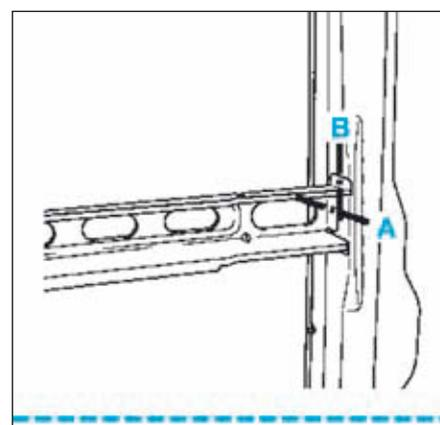
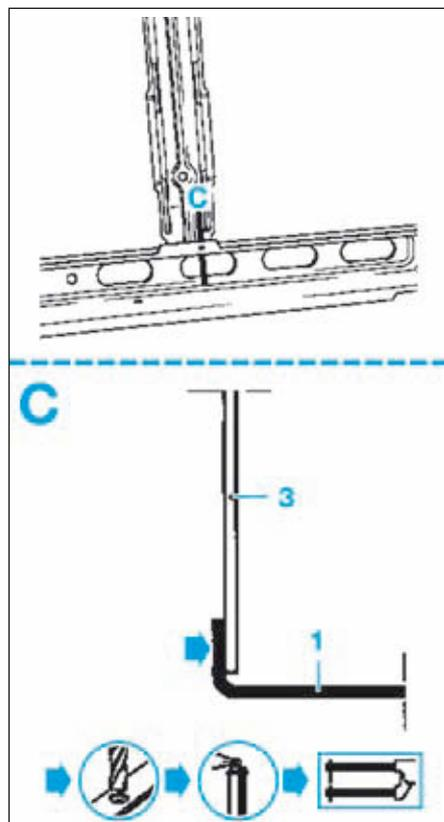
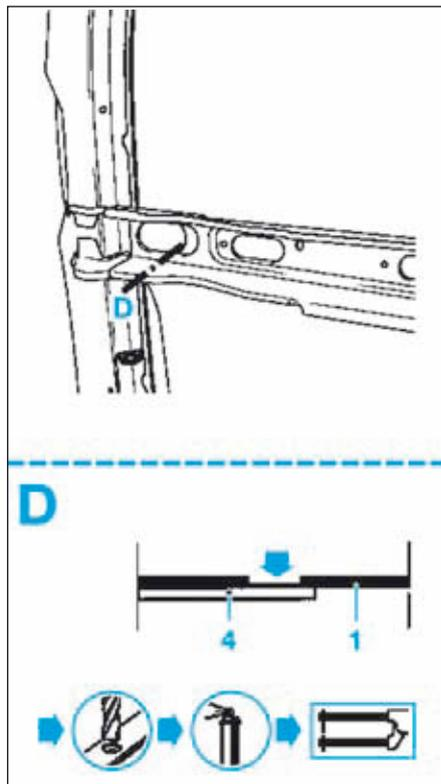

FIG.81
FIG.82
FIG.83
- Dépointer et fraiser comme illustré (Fig.81), (Fig.82), (Fig.83) et (Fig.84).
- Tracer puis percer des trous à l'aide d'un foret pour un soudage ultérieur par points (Fig.81), (Fig.82), (Fig.83) et (Fig.84).
- Souder par points électriques et bouchonnage MIG (Fig.81), (Fig.82), (Fig.83) et (Fig.84).